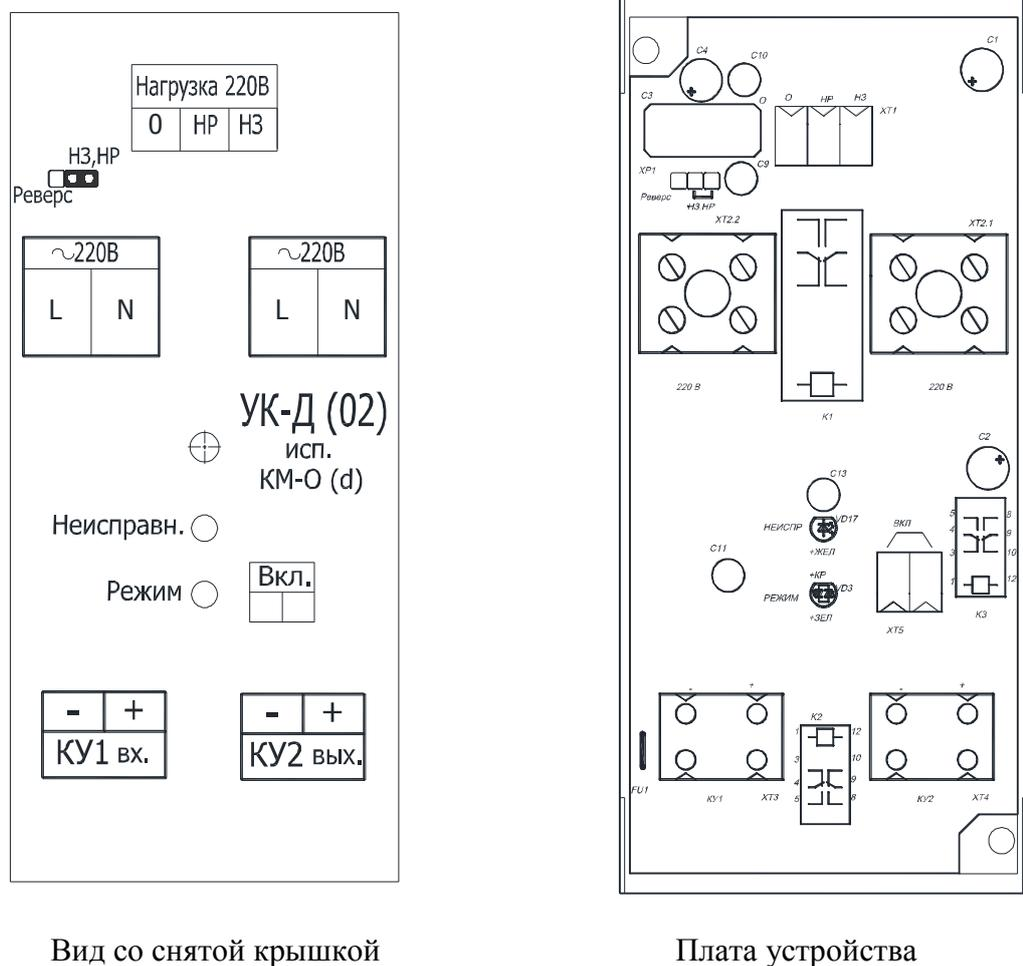

Рисунок 1
Вид УК-Д(02) со снятой крышкой показан на рис. 1.